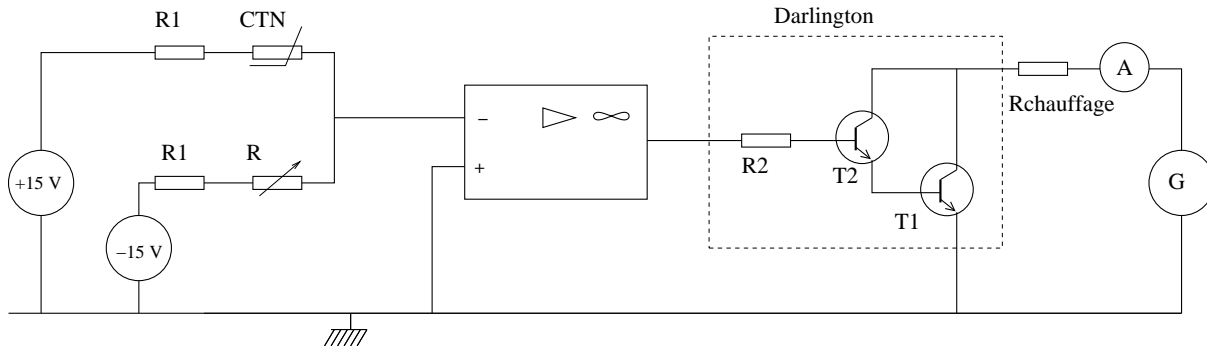

FIG. 5.3 – Schéma complet du circuit régulateur en température. On prendra $R_1 = 10 \text{ k}\Omega$ et, pour G , l'alimentation stabilisée à 5A .
- Expliquer brièvement que l'Amplificateur Opérationnel soit en mode saturé sur le montage de la figure 5.3.
- Cabler le montage total (figure 5.3) en faisant vérifier le montage par un enseignant.